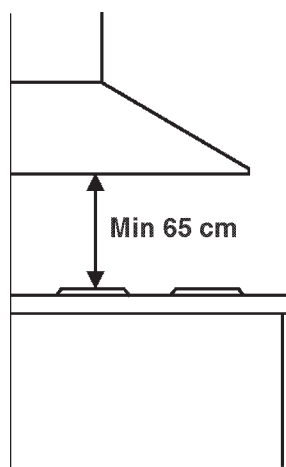

fig.6
Installez la hotte à une distance de sécurité d'au moins 65 cm d'un plan de cuisson électrique, gaz ou mixte (fig. 6).
1. Percez dans le mur 4 trous correspondant aux supports métalliques. Utilisez pour cela le gabarit de perçage. **Veillez à prévoir un positionnement par rapport au plan de cuisson respectant la distance de sécurité (fig. 6).**